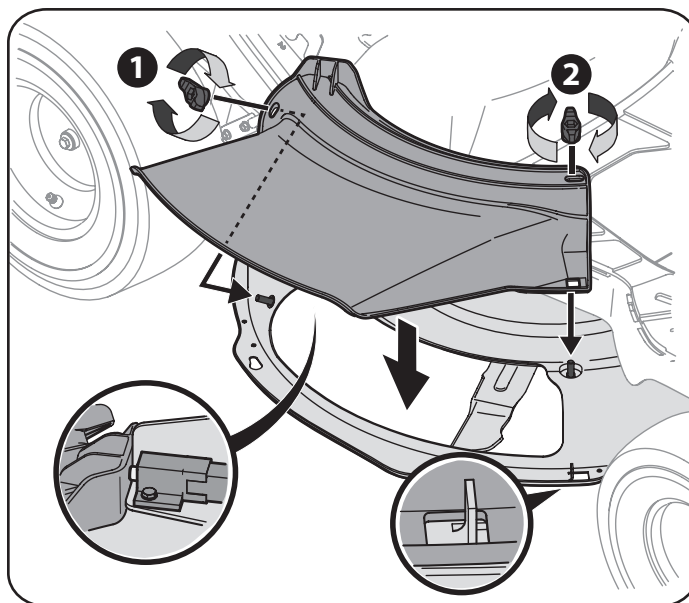

Figura 10
2. Coloque el canal de la plataforma en la abertura de descarga sobre la plataforma. Los prisioneros en la superficie de la plataforma calzarán en los orificios de la parte superior del canal de la plataforma. La pequeña lengüeta del borde de la plataforma calzará en el recorte cuadrado de la parte inferior del canal de la plataforma. Vea el recuadro de la Figura 10.
3. Sujete el canal de la plataforma ajustando las perillas de aleta que extrajo antes. Vea la Figura 10.